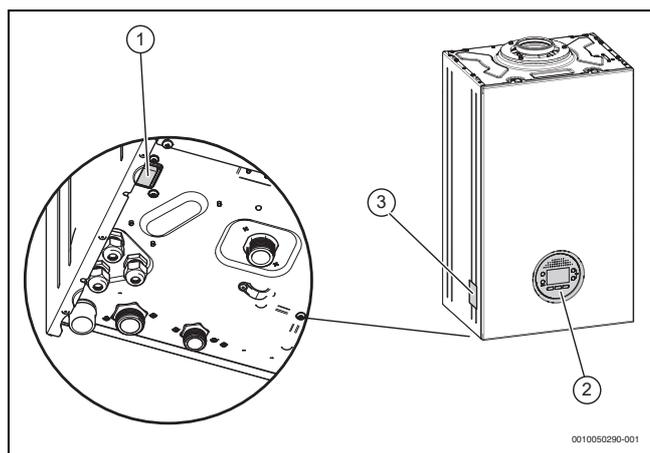

Fig. 1 Aperçu du produit
- Allumer l'appareil avec l'interrupteur marche/arrêt (→ Figure 1, page 4).
- Éteindre l'appareil via l'interrupteur MARCHE/ARRÊT (→ Figure 1, page 4).